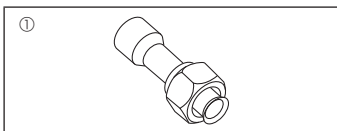

Fig. 1-1
1.6. Accessori dell'unità esterna (Fig. 1-1) (SHW230)